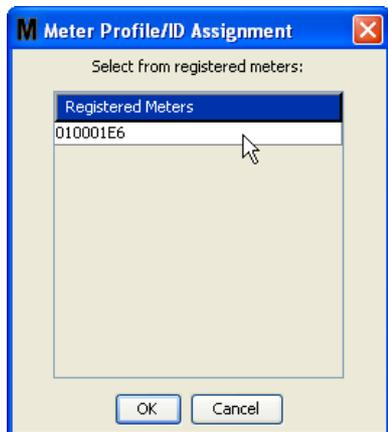

Рис. 88
- Кнопки «LINK» [СВЯЗАТЬ] и «UNLINK» [ОТМЕНИТЬ СВЯЗЬ]. Когда полностью заполните все параметры окна профиля расходомера, нажмите кнопку «Link» [Связать], чтобы отобразить окно «Meter Profile/ID Assignment» [Назначение идентификатора профилю расходомера] Рис. 88. Из списка зарегистрированных расходомеров выберите требуемый профиль. Нажмите кнопку «OK» [OK], чтобы закрыть окно и сохранить изменения.